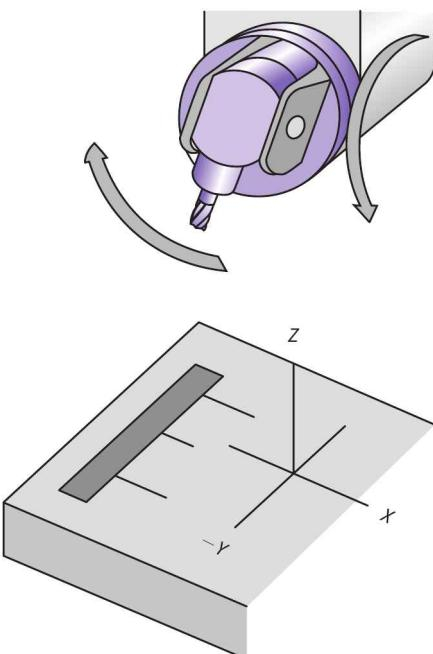

Figura 1-17 Identifique os dois movimentos rotativos neste cabeçote de fresagem articulado de cinco eixos.
3. Identifique os eixos de rotação na fresa-dora de cinco eixos da Figura 1-17 e em que direção eles estão se movendo (positiva ou negativa).